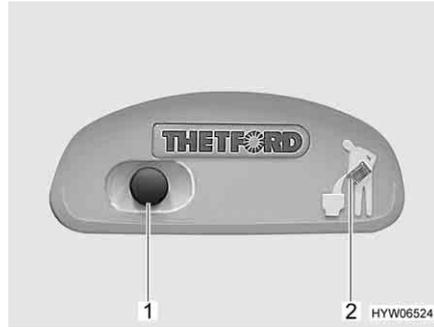
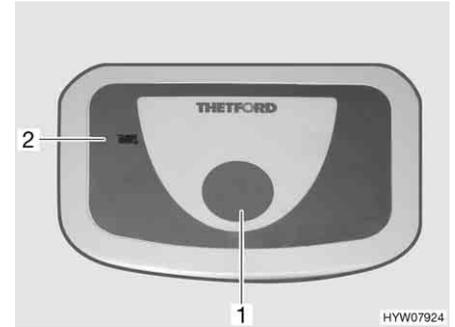

Fig. 245 Botón del inodoro/luz de control del inodoro Thetford
Fig. 246 Botón del inodoro/luz de control del inodoro Thetford (alternativa)
- Para lavar, pulsar el botón del inodoro azul (Fig. 245,1 ó Fig. 246,1).
La luz de control (Fig. 245,2 ó Fig. 246,2) se enciende cuando es necesario vaciar el depósito de aguas fecales.